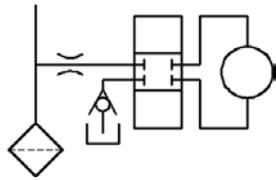

图 17.8.29 绘制圆并修剪图形
(15) 用 **绘图(D)** → **圆(C)** → **圆心、半径(R)** 命令, 绘制半径值为 13 的圆(图 17.8.29)。
(16) 修剪图形。选择下拉菜单 **修改(M)** → **修剪(T)** 命令, 按 Enter 键, 单击要修剪的直线, 按 Enter 键结束操作。结果如图 17.8.29 所示。